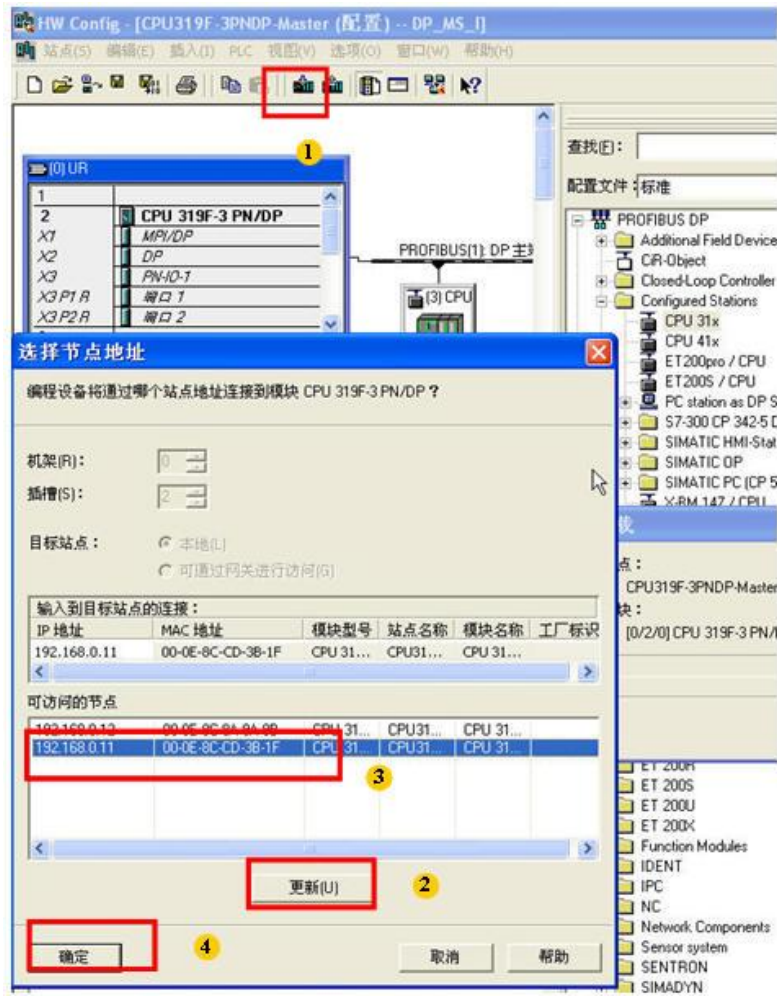

图 2-19 下载
- 19) 在将编译没有错误的程序，下载到 PLC，注：CPU315F/317F/319F 均需要下载。如图 2-19